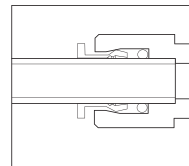

Fig.2
- ▶ Se till att röret förs in fullständigt (bild 2).